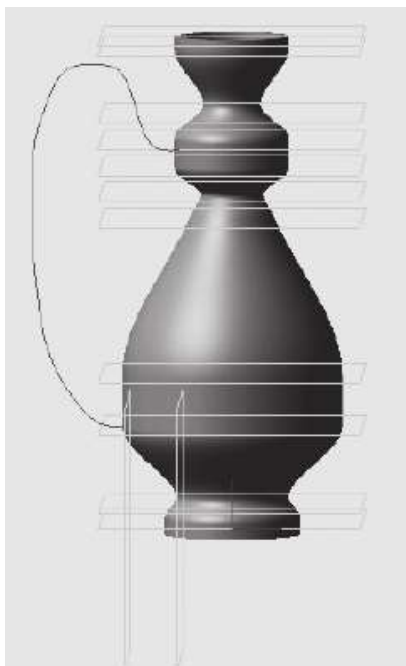

Рис. 8.20. Созданный объект
– в дереве построения появится новый элемент смещенная плоскость: 13, а в окне модели – изображение новой плоскости виде прямоугольника (рис. 8.20).